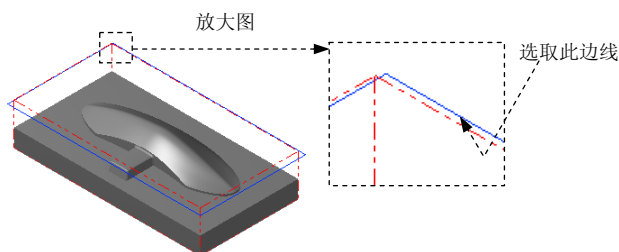

图 9.25 选取切削范围边线
(2) 设置加工边界。在**边界范围**区域中单击 **鼠标** 按钮，系统弹出“串连选项”对话框。在图形区中选取图 9.25 所示的边线，单击 **✓** 按钮，系统返回至“刀具路径的曲面选取”对话框。